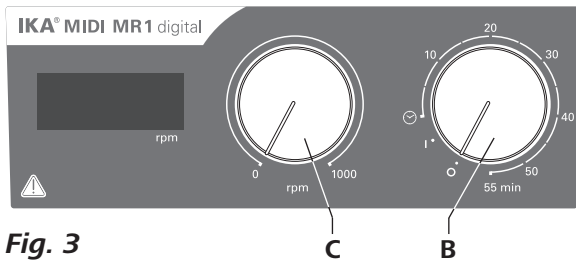

Fig. 3
- ☞ 开启仪器时，顺时针转动“**开/关**”和“**定时**”旋钮(B,见Fig. 3)至“**1**”位置。
- ☞ 开启仪器时，顺时针转动“**开/关**”和“**定时**”旋钮(B,见Fig. 3)至“⊙”位置。
- ☞ 转动“**转速**”旋钮(C,见Fig. 3)设定马达转速。马达转速可在0到1000 rpm (**MIDI MR 1 digital**)以及0到600 (**MAXI MR 1 digital**)范围内调整。